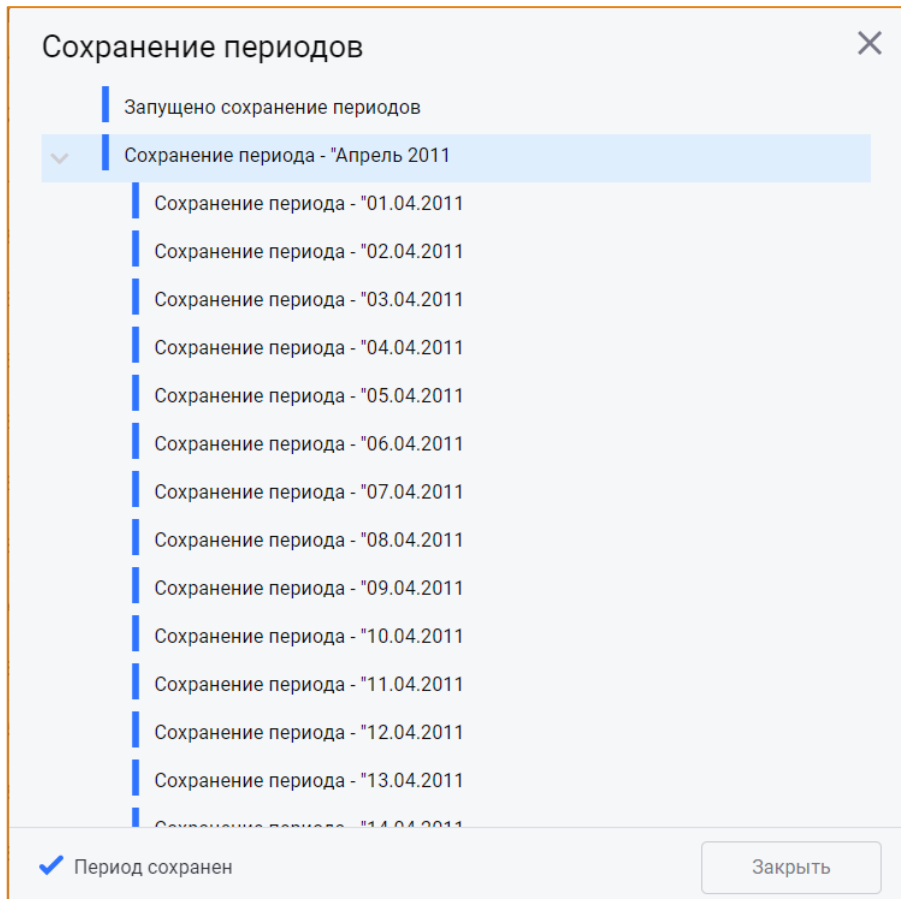

Рис. 13 – Индикатор процесса
10. **Индикатор процесса (Прогресс)** – используется для отображения хода выполнения какого-либо действия или задачи и содержит информацию о состоянии процесса (Рис. 13).